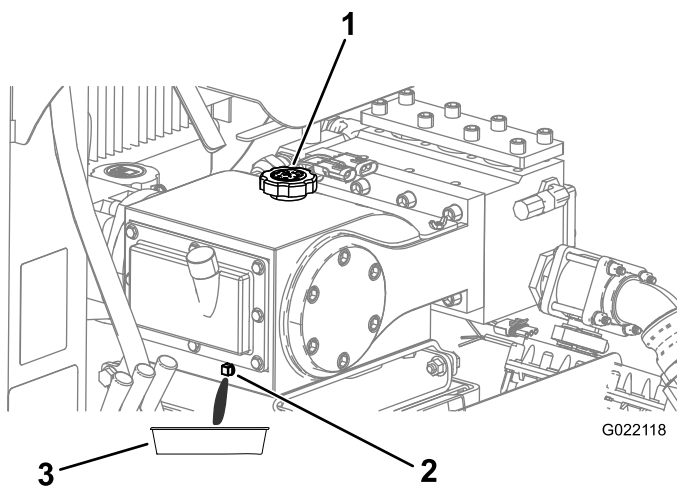

Figure 150
4. Enlevez le bouchon de vidange et placez un bac de vidange sous le trou du bouchon de vidange (Figure 150).
6. Attendez que toute l'huile s'écoule dans le bac de vidange (Figure 150).
8. Enlevez le bouchon de remplissage (Figure 150) et ajoutez environ 1,9 L (2 ptes) d'huile, ou suffisamment d'huile pour que le niveau atteigne le trait de remplissage sur la jauge, comme montré à la Figure 149.